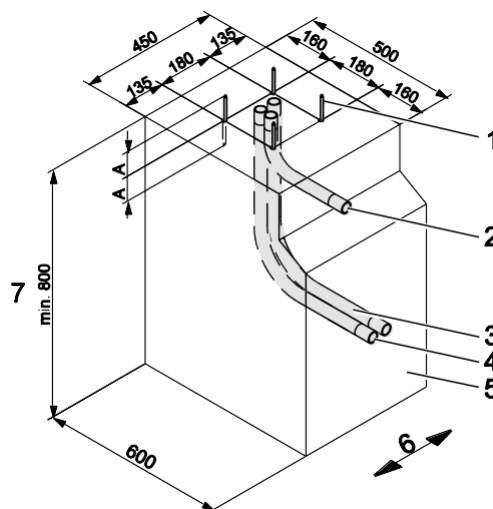

Fig. 11: Esquema de fundação (dimensões em mm)
→ Ver página 45, Fig. 11.
1. Orifício da fundação de acordo com Fig. 10 e levantar Fig. 11.
3. Colocar os tubos vazios na fundação de acordo com Fig. 11.
5. Concretar a fundação de acordo com Fig. 11.